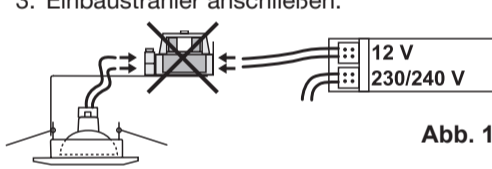

Abb. 1
2. LED Konverter nach dessen Anleitung montieren. An die Eingangsseite 203-V-Leitung des LED Einbaustrahlers anschließen (siehe Abb. 1).